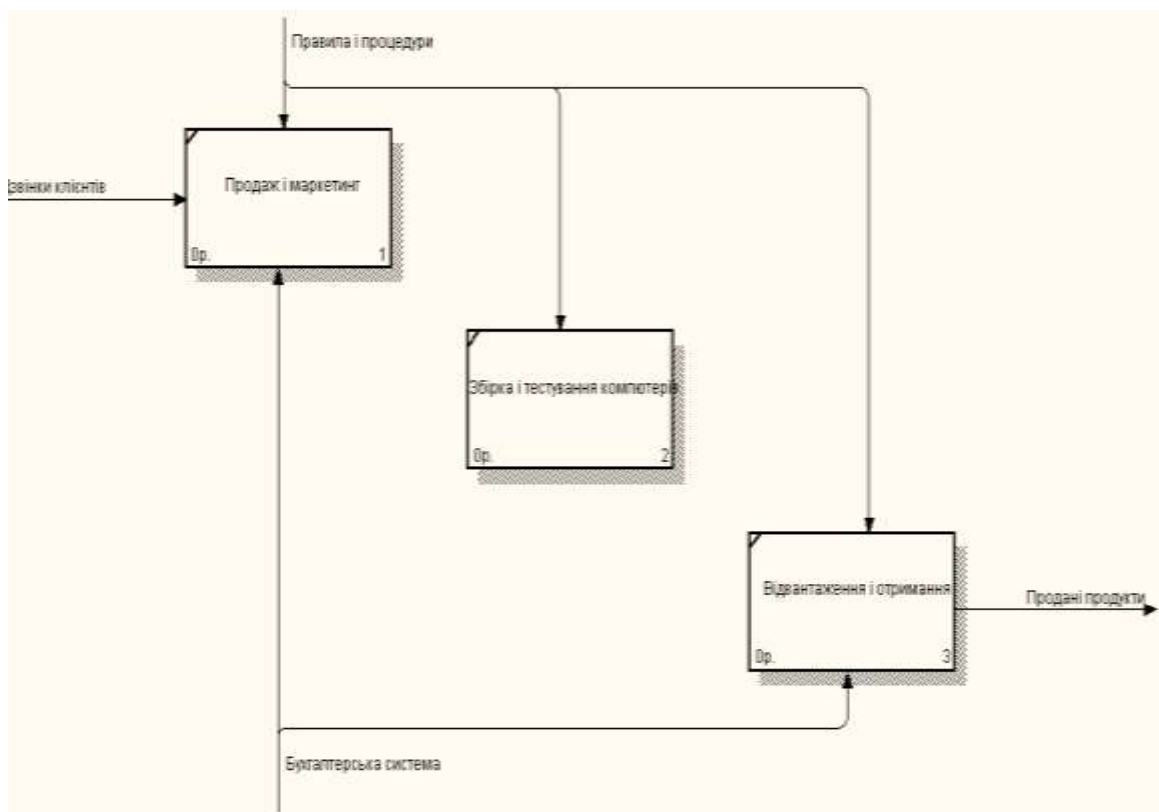

Рис. 11.8. Зв'язані граничні стрілки на діаграмі A0
4. Після визначення видів робіт перейти в режим рисування стрілок (  на палітрі інструментів). Зв'язати граничні стрілки так, як показано на рис. 11.8.